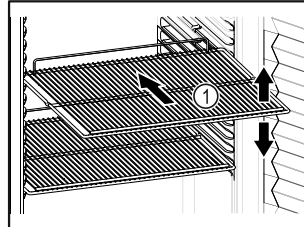

Fig. 30 Voorbeeld
- Indien de legroosters Fig. 30 (1) verplaatsbaar zijn, deze aan de hoogte aanpassen.